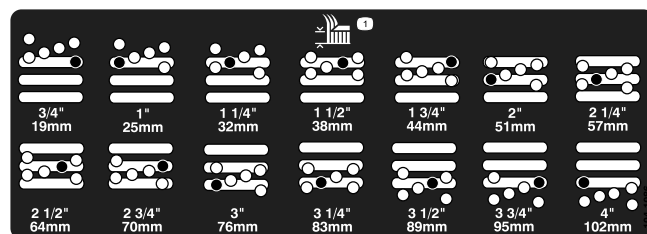

Figura 20
5. Mova a câmara para a altura de corte desejada e instale o espaçador no orifício e ranhura da altura de corte designada (Figura 20).